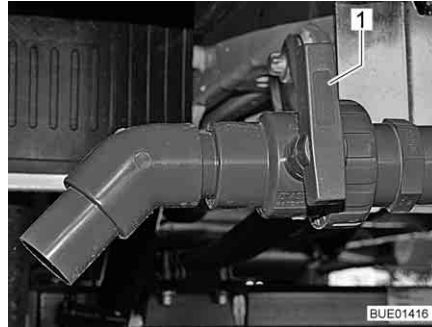

Bild 182 Ablasshahn (außen)
- Den Griff (Bild 181,1 bzw. Bild 182,1) des Ablasshahns in Fließrichtung drehen. Das Abwasser wird so über einen Kugelhahn abgelassen.